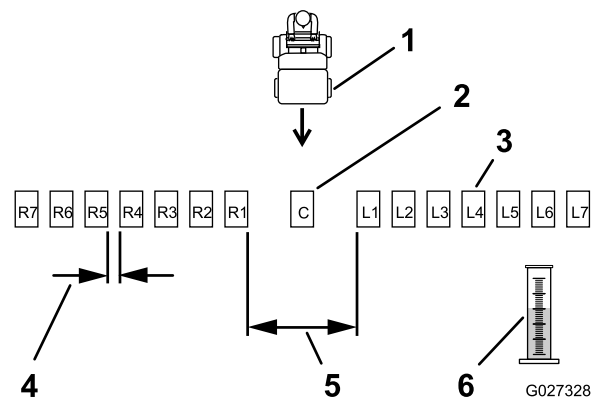
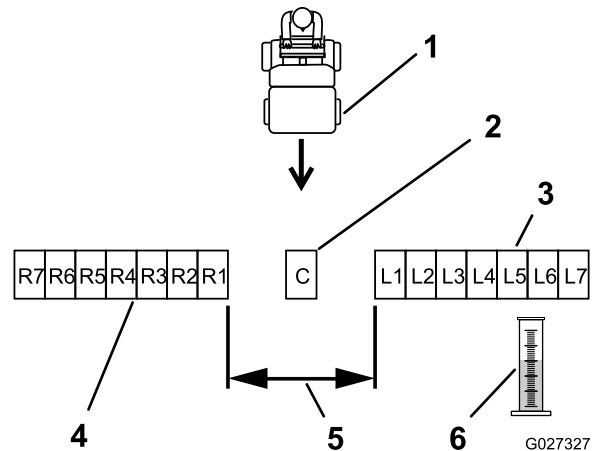

Figura 23
Figura 24
- Coloque las bandejas restantes en línea recta, según se muestra en Figura 23 o Figura 24.
Coloque seis bandejas más en cada lado, con 30 cm (12") entre ellas (Figura 23).
Coloque seis bandejas adicionales en cada lado, sin espacio entre las bandejas (Figura 24).
- Etiquete cada cilindro graduado según la bandeja de recogida correspondiente (L2, L1, Centro, R1, R2...); consulte Figura 23 y Figura 24.